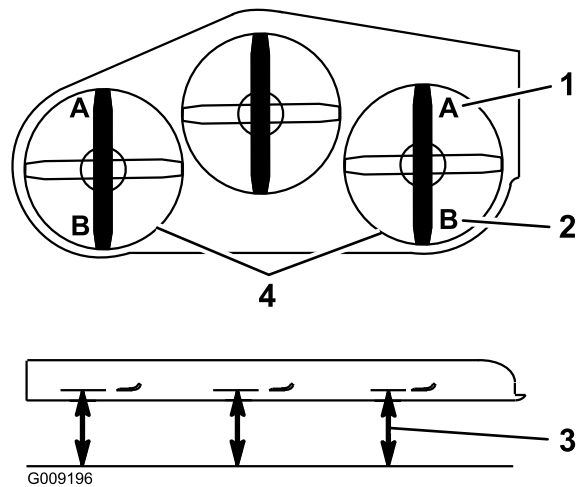

Figura 88
9. En ambos lados de la carcasa, mida desde la superficie nivelada hasta la punta delantera de la cuchilla (Posición A); consulte Figura 88.
15. En ambos lados de la carcasa, mida desde la superficie nivelada hasta la punta trasera de la cuchilla (Posición B). La distancia debe ser de 8.3 cm (3 1/4"); consulte Figura 88.